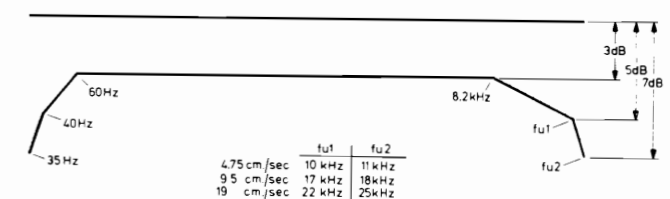

Fig. 19
- Druk de toetsen START en REC in. Schakelaar MONITORING in stand A. Maak een opname van de volgende frekwenties en lees daarbij de uitgangsspanning af: 35 Hz-40 Hz-60 Hz-333 Hz-1 kHz-8,2 kHz-22 kHz-25 kHz. De frekwentiekarakteristiek die nu gemeten is t.o.v. het niveau van 333 Hz moet liggen binnen de kurve zoals die gegeven is in Fig. 19.
- Evenzo kan bij 9,5 cm/sek de frekwentiekarakteristiek worden gemeten. De hoogste frekwenties moeten nu 17 kHz en 18 kHz zijn (Fig. 19).